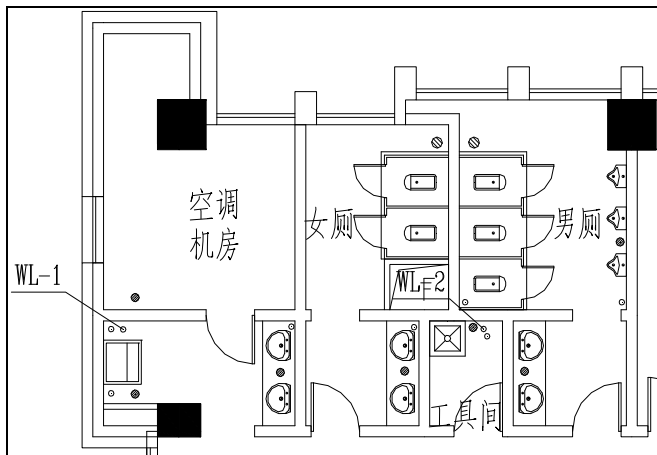

图 14-2 绘制十三至十七层立管管线
**02** 绘制立管管线。在命令行中输入 LGBZ 命令按回车键，在弹出的【立管】对话框中分别单击“污水”“给水”按钮，在绘图区中指定立管的插入点，绘制立管的结果如图 14-2 所示（给水管线没有绘制编号）。